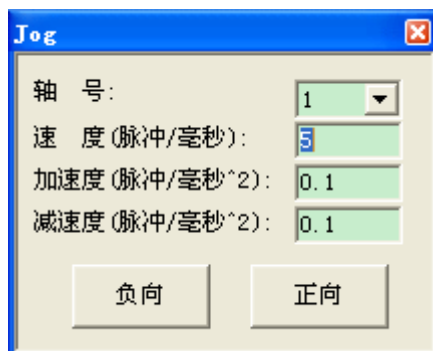

图 4-11 Jog 模块界面
- (1) 首先请确认控制器与驱动器之间已正确可靠连接。
- (2) 启动 MCT2008,确认计算机与控制器之间通讯正常。
- (3) 按照上面脉冲模式的设置,去使能限位和驱动报警,写入控制器,然后查看轴状态,确认轴不存在如报警、限位等异常状态。
- (4) 点击轴状态面板上的“伺服使能”,使能该轴。
- (5) 单击“视图”->“JOG”菜单项调出 Jog 面板,在“轴号”下拉框中选择控制轴。如图 4-11 所示。